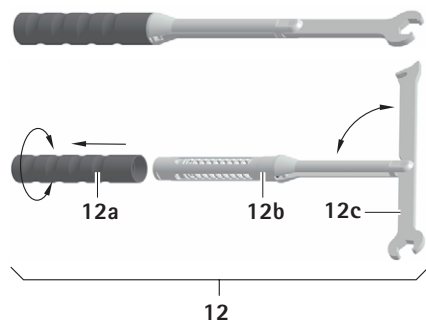

Fig. 3
- Deslizar y desenroscar el mango 12a en el sentido contrario a la flecha, ver Fig. 3.